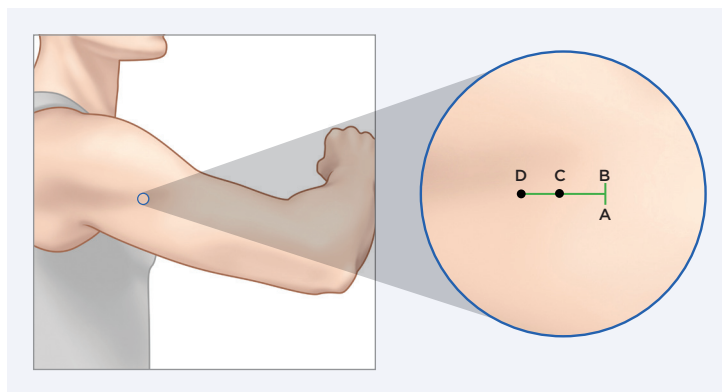

Figura 1
L'anestesia locale (circa 2 ml di Lidocaina) deve essere iniettata all'incirca 5 mm lungo l'incisione programmata (lungo AB) e all'incirca 30 mm perpendicolarmente all'incisione programmata (lungo CD), che è la traccia programmata dello strumento dissettore smusso. (Figura 1).
Cominciare l'incisione nel punto B (Figura 1) e andare verso il punto A, finché l'incisione non è di circa 5 mm.
2. Togliere il dissettore smusso dal vassoio e inserirlo a un angolo d'entrata di circa 45 gradi sulla linea mediana fra A e B (Figura 1 e 2), in modo che la punta e la parte smussata del dissettore si trovino sotto la pelle, finché i fermi di profondità toccano la pelle.